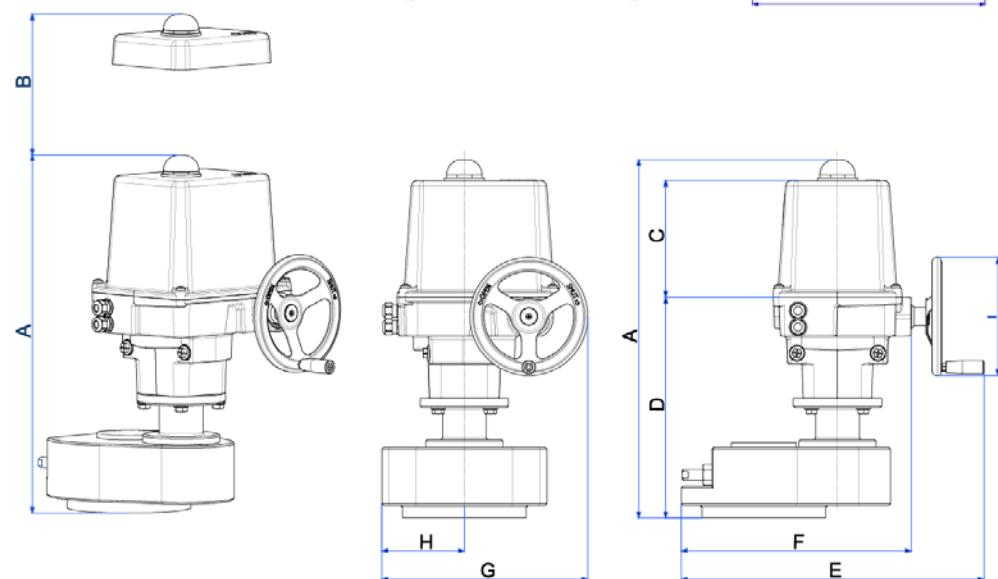

Рисунок 1: Установочные размеры
- При монтаже привода оставьте достаточно места, чтобы имелась возможность снятия крышки (рис. 1, «Наружные размеры»).